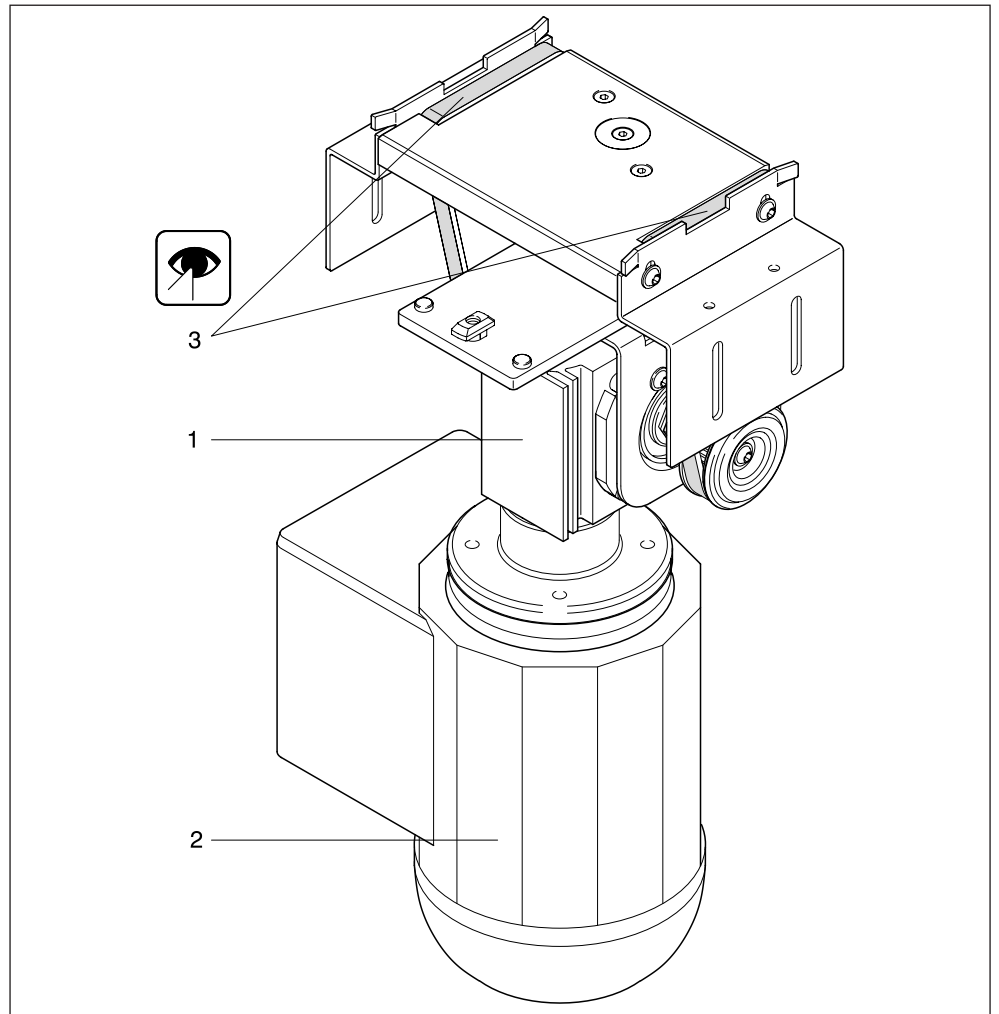

图 19
10.3.2 减速器 (1, 图 19)
10.3.3 电机 (2, 图 19)
10.3.4 齿形皮带 (3, 图 19)